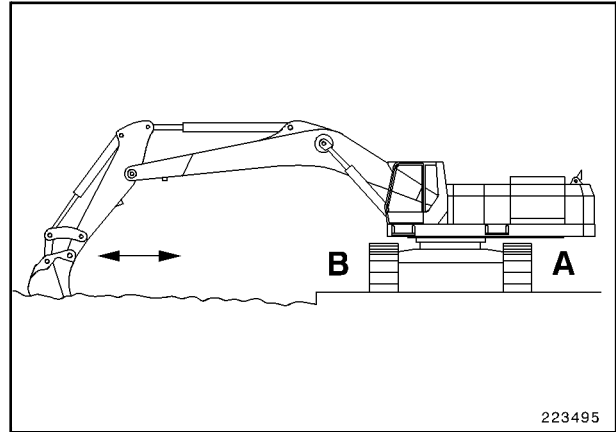

Fig. 3
- Girar el chasis superior de tal manera que el equipo de trabajo esté al frente del mecanismo de traslado en proceso de regulación, es decir, el mecanismo de traslado suelto se encuentra debajo del contrapeso (Pos. **A**, Fig. 3).